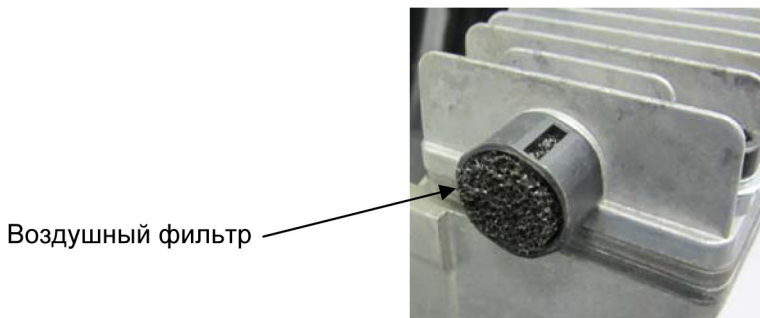

Рис. 3
2. Извлечь из головки блока воздушный фильтр (губчатый элемент) (Рис. 3) и промыть его в мыльном растворе;